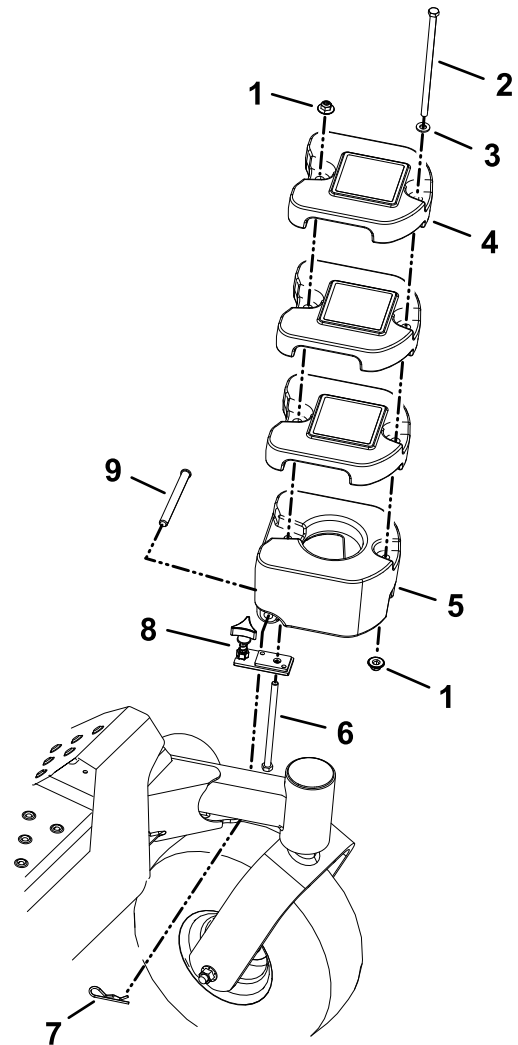

Figure 6
1. Insérez le boulon ($\frac{3}{8}$ x 6 $\frac{1}{2}$ po) dans le trou sur le côté inférieur du support et l'arrière de la masse amovible de 20,4 kg (45 lb) (Figure 6).
2. Fixez le bas du support au bras de la roue pivotante au moyen d'une goupille fendue et d'un axe de chape (Figure 6).
3. Serrez le bouton sur le bloc de masses jusqu'à ce qu'il soit solidement fixé au bras de la roue pivotante (Figure 6).
4. Placez trois masses de 9,1 kg (20 lb) sur le boulon en les empilant solidement sur la masse de 20,4 kg (45 lb) (Figure 6).
5. Fixez l'arrière du bloc de masses avec un contre-écrou ($\frac{3}{8}$ po), comme montré à la Figure 6.
6. Insérez le boulon ($\frac{3}{8}$ x 8 po) et la rondelle par le haut des trous avant du bloc de masses, et fixez le tout avec un contre-écrou ($\frac{3}{8}$ po), comme montré à la Figure 6.